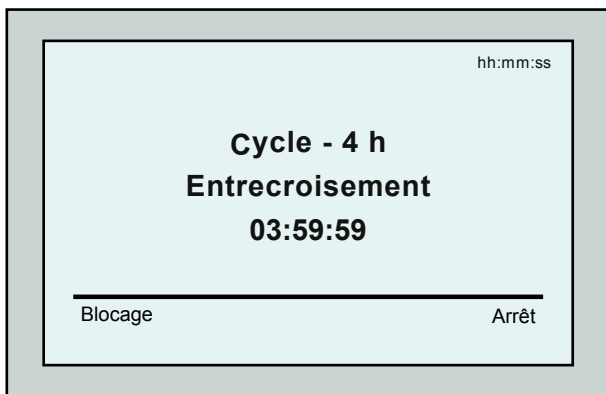

Figure 4 : Ecran de *compte à rebours* pour une session de 4 heures
6. Appuyez sur **Démarrer**. La session de nettoyage commence. L'appareil fonctionne d'après les réglages définis en usine par défaut. Pour modifier les paramètres, reportez-vous au paragraphe **Comment configurer d'autres profils de piscine** (page 9). Le robot commence son cycle nettoyage et l'interface MMI visualise l'écran de *Compte à rebours* (Figure 4) :
De l'écran de *compte à rebours*, appuyez sur **Blocage** (Figure 4).
1. A l'écran de *compte à rebours* (Figure 4), appuyez sur **Arrêt**. L'écran du pupitre MMI affiche le message : « Robot en cours d'arrêt. Veuillez patienter ». Au bout de 5 secondes, l'écran *Arrêt manuel* apparaît (Figure 5).